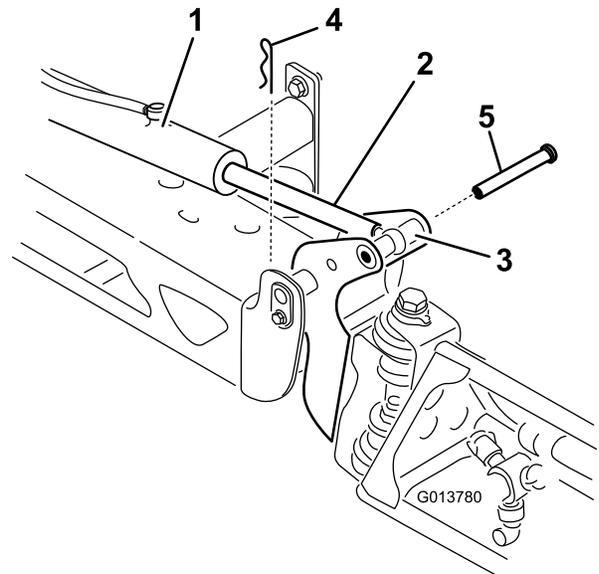

Bild 109
- Nehmen Sie den Splint vom Lagerbolzen ab (Bild 109).
- Heben Sie den Ausleger an und nehmen Sie den Stift ab (Bild 109), senken Sie den Ausleger dann langsam auf den Boden ab.
- Halten Sie den Ausleger fest und stecken Sie den Stift durch das Auslegerscharnier und die Aktuatorstange (Bild 109).